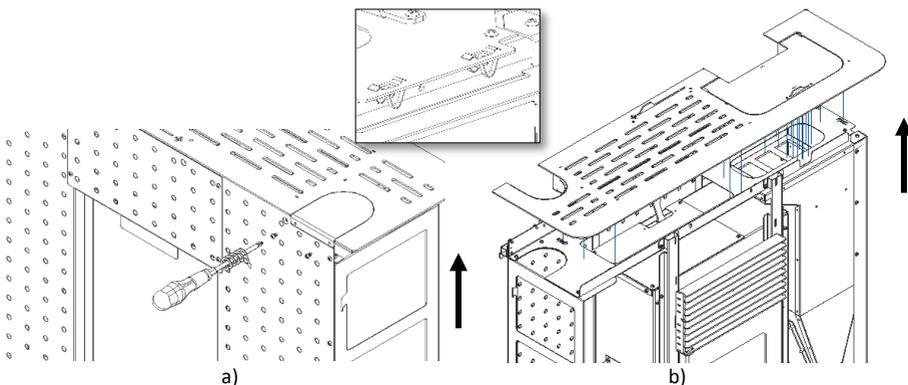

Figure 64 – Retrait couvercle
a) Retirez le dessus de l'équipement. Dans un premier temps, enlevez le petit couvercle qui est fixé à l'arrière en desserrant les deux vis (Figure 64-a). Ensuite, déplacez le couvercle en exerçant une force dans le sens indiqué, aucun outil n'est nécessaire car le couvercle s'insère rapidement dans les ressorts (Figure 64-b).